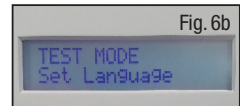

Fig. 6b
- Tryk nu en gang på OP-pileknappen, og strømenheden viser "TESTILSTAND Indstil sprog" (Fig. 6b).